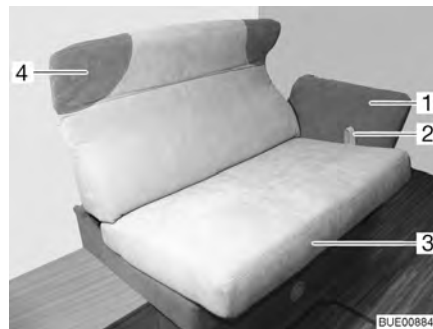

Fig. 78 Ajuste del banco longitudinal
- Tirar el lazo (Fig. 78,2) hacia arriba y tirar la superficie del asiento (Fig. 78,3) cuidadosamente hacia delante sobre los rieles.
- Sujetar el cojín de nuca (Fig. 78,4) con ambas manos y girarlo cuidadosamente hacia arriba o hacia abajo a la posición deseada.
- Sujetar el reposabrazos (Fig. 78,1) con ambas manos y girarlo cuidadosamente hacia abajo o hacia arriba a la posición deseada.